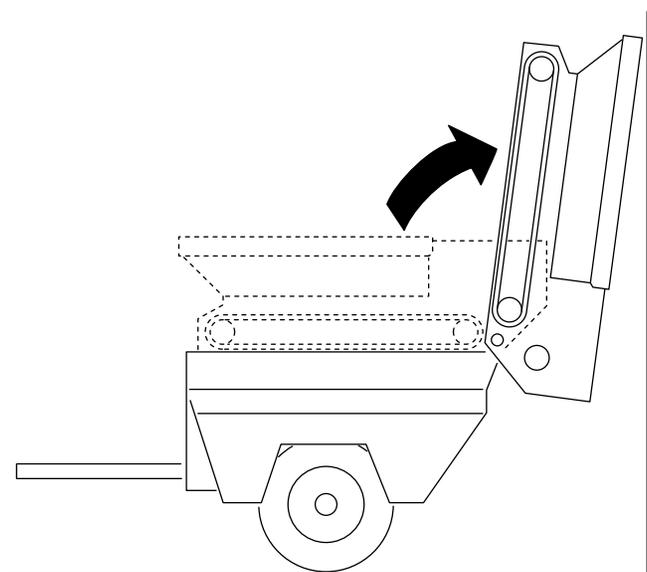

Рисунок 24
5. Поверните бункер назад и прислоните его к стене, лестнице и т. п. Не допускайте, чтобы бункер опирался на заднюю часть машины, т.к. при этом можно повредить щетку или гидравлические муфты (Рисунок 24).
Внимание: Убедитесь в том, что бункер откинут дальше оси поворота и/или прикреплен к стене или столбу, чтобы исключить его случайное падение в рабочую зону (Рисунок 24).